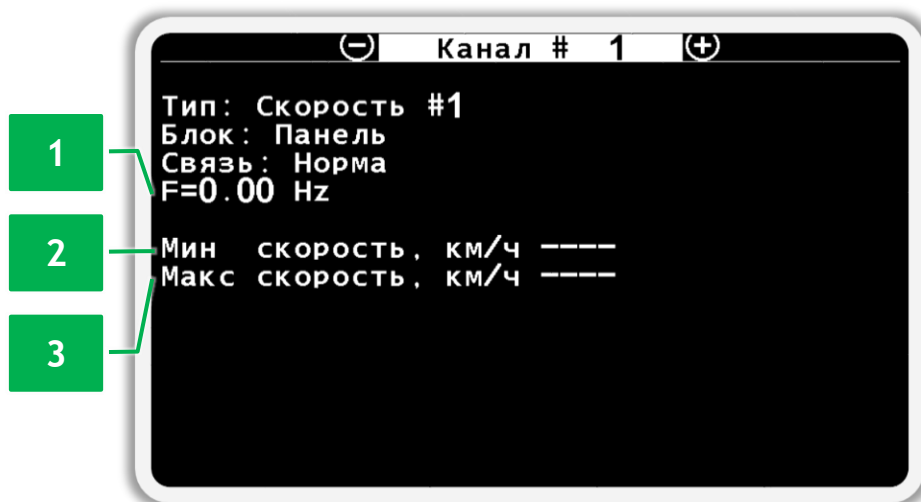

Рисунок 41 Экран просмотра состояния датчика скорости
- о значение текущей частоты от датчика (см. Рисунок 41 п.1);
- значение параметра минимальной допустимой скорости движения сеялки (см. Рисунок 41 п.2);
- значение параметра максимальной допустимой скорости движения сеялки (см. Рисунок 41 п.3);